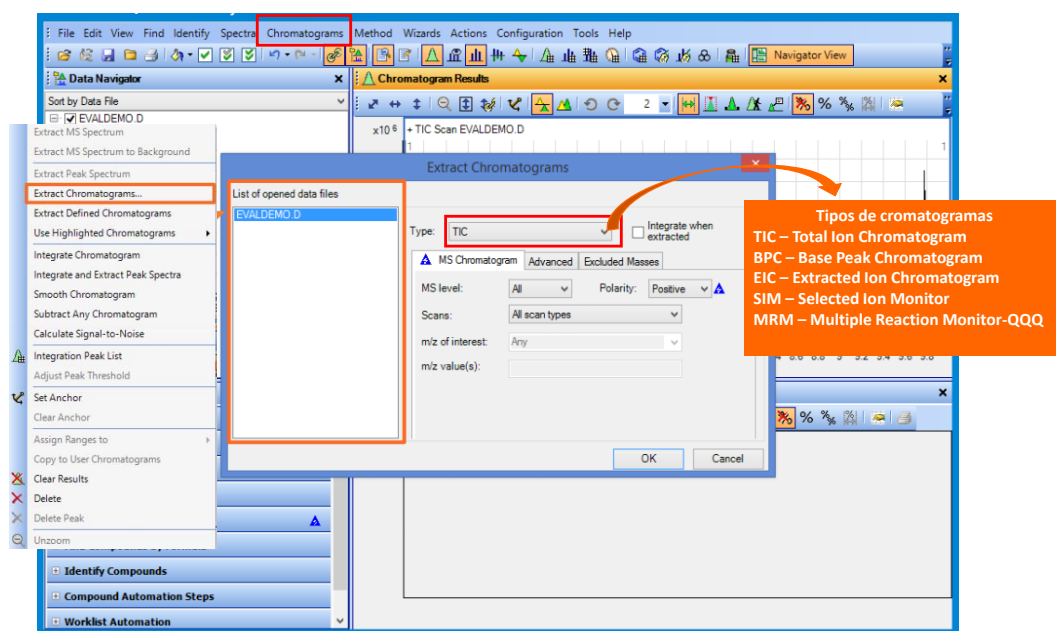

Figura 48. Extracción de cromatogramas.
8.9.6. Extracción de cromatogramas. El *Qualitative Analysis software* abre inicialmente el cromatograma de iones totales o TIC. Además permite realizar la extracción de otro tipo de cromatograma dependiendo del método de adquisición utilizado. Para realizar este procedimiento, puede dar **click** derecho sobre el cromatograma y seleccionar **Extract Chromatograms**, también puede acceder a esta opción a través del menú **Chromatograms** disponible en la parte superior de la interface. En seguida, se abrirá el cuadro de diálogo en donde podrá seleccionar el tipo de cromatograma de desea extraer, las opciones se muestran en la Figura 48.